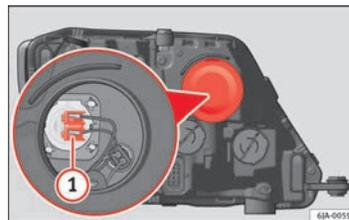

Fig. 148 Sostituzione della lampadina degli abbaglianti
- Estrarre il connettore ⇒ fig. 148 ① tirandolo verso l'esterno.